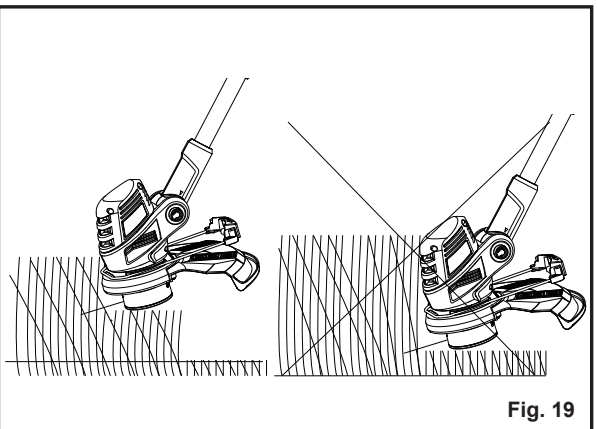

Fig. 19
8. Coupez par couches si l'herbe est haute, en commençant par les couches supérieures puis inférieures (Fig. 19).